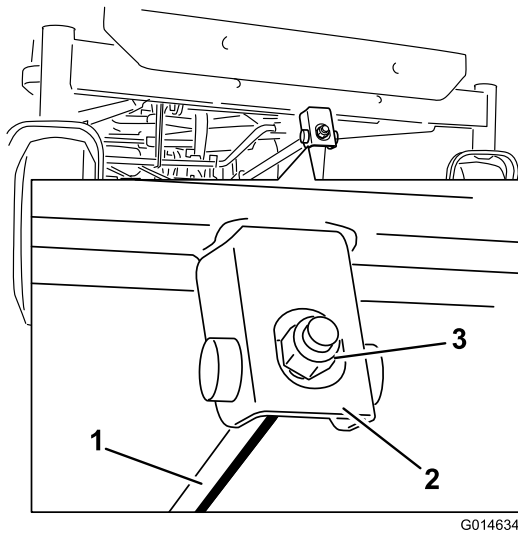

Bild 72
1. Drehen Sie die Einstellmutter an der Vorderseite des Mähers (Bild 72).